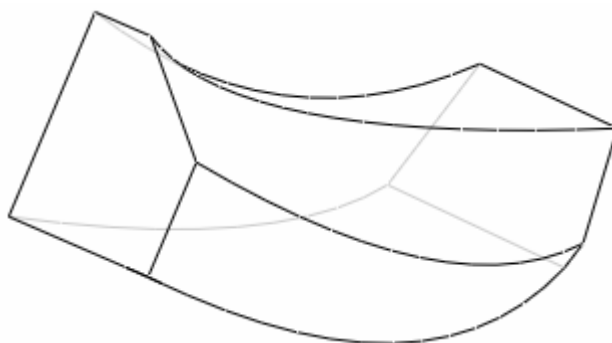

图 8-8
(8) 单击模型对话框中的【确定】按钮，完成模型的建立，结果如图 8-8 所示。